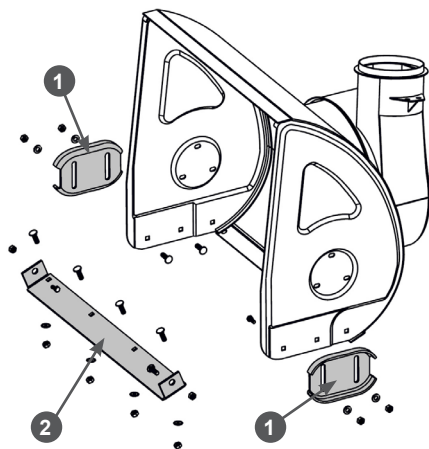

Рис. 37 Обслуживание кожуха шнеков
1. Открутите гайки, извлеките болты крепления ползков 1 (Рис. 37) и снимите ползки с кожуха шнеков.
2. Переверните ползки на 180 градусов или установите новые ползки и закрепите их четырьмя болтами и гайками (Рис. 37). Перед окончательной затяжкой гаек отрегулируйте высоту забора снега.
Для наглядности на Рис. 37 кожух шнеков показан без шнеков, редуктора и валов.
1. Открутите гайки, извлеките болты крепления и снимите нижнюю накладку 2 с кожуха шнеков (Рис. 37).
2. Установите новую нижнюю накладку и закрепите ее болтами и гайками (Рис. 37).